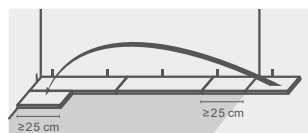
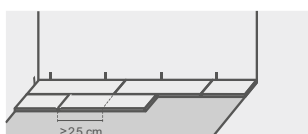

Рисунок 21
Рисунок 22
- 13.6 Каждый последующий ряд рекомендуется начинать и заканчивать остатком планки предыдущих рядов при условии, что длина остатка составляет не менее 25 см (см. Рисунок 21). Контролировать, чтобы расстояние между торцами планок соседних рядов было не менее 25 см (см. Рисунок 22).